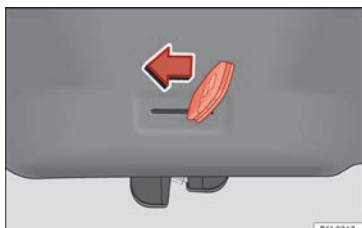

Bild 4 Manuell upplåsning av bakluckan
- Sätt i nyckeln i spåret och lås upp låssystemet genom att vrida nyckeln från höger till vänster enligt pilen » **bild 4**.